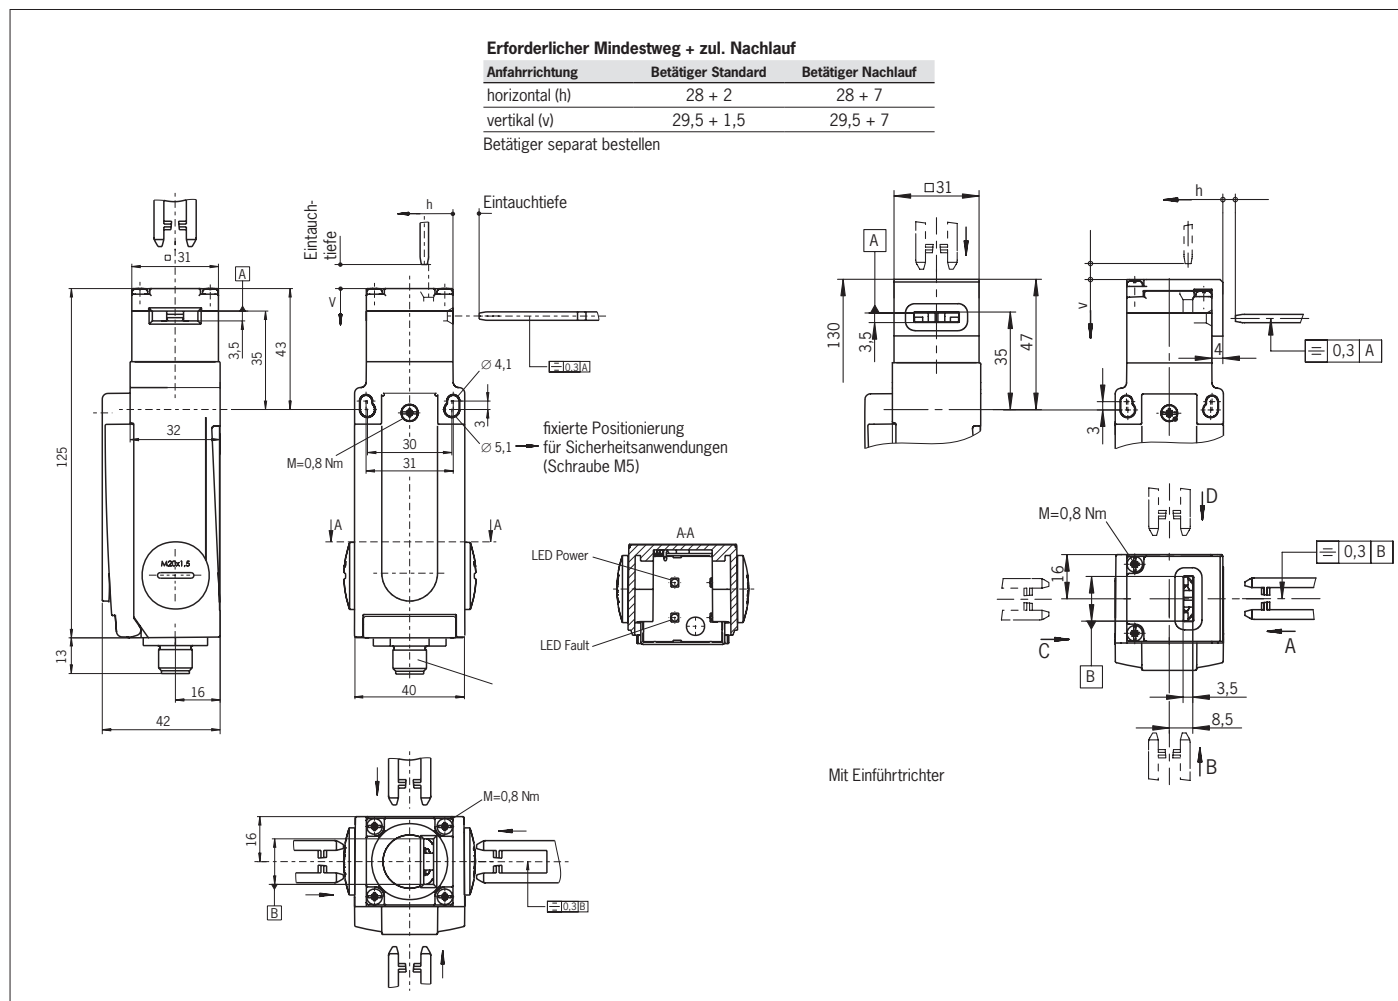

Bild 3: Maßzeichnung GP...AS mit und ohne Einführtrichter
- ▶ Make sure to select the correct actuator (see table in Fig. 3).